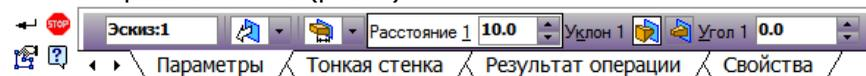

Рис. 4.
5.2. Построить модель основания. Выделить эскиз в **Дерево модели**, в главном меню выбрать **Операции | Операция | Выдавливания** с заданием в **Панели свойств** расстояния 10 (рис. 4).